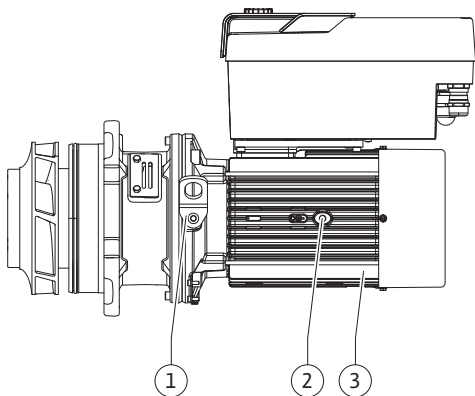

Fig. 100: Juego de introducción
9. Saque el juego de introducción (Fig. 100) aflojando los tornillos de brida (Fig. I, Pos. 29) de la carcasa de la bomba.
16. Inserte el juego de introducción (véase la Fig. 100) en la carcasa de la bomba en la posición anterior o en otra posición deseada en ángulo. Al hacerlo, tenga en cuenta las posiciones de instalación admisibles de los componentes (véase el capítulo